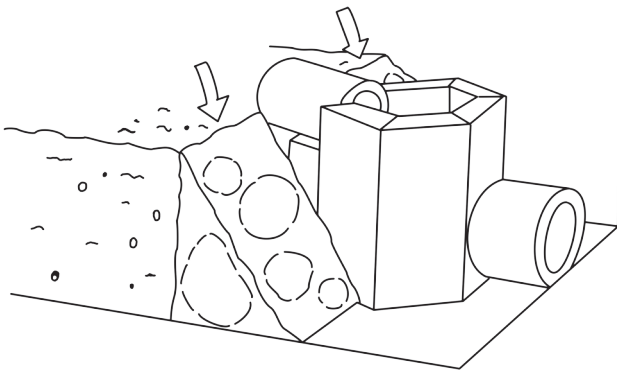

Figura 17
**#21** La pared de retén (**Figura 17**). Mezcle una plana de cemento y dos planas de arena con agua en un cubo de goma. Hay que usar 5-6 piedras del tamaño de una pelota de golf, y ponerlas al lado de la saliente de tierra y el ladrillo que soportan el **Tubo B**. Eche cemento encima de las piedras para crear una pared de retén.